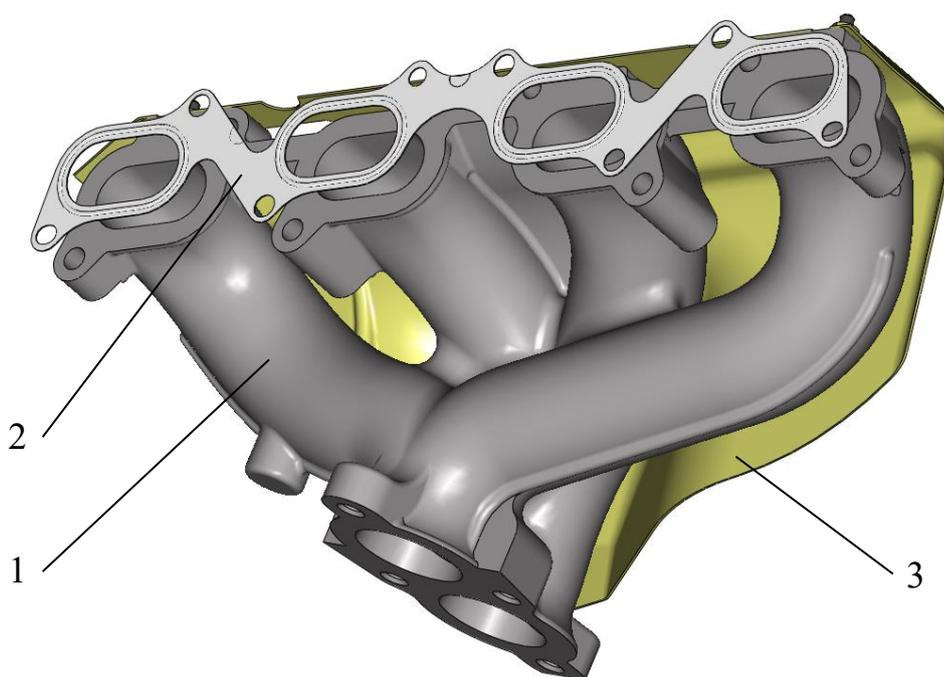

Рис.40. Выпускной коллектор
**Выпускной коллектор** (рис.40) отлит из высокопрочного чугуна. Для улучшения очистки цилиндров двигателя от отработавших газов патрубки от 1 и 4, 2 и 3 цилиндров соединены между собой. Это уменьшает влияние работы одного цилиндра на другой и позволяет реализовать эффект настроенного выпуска отработавших газов.